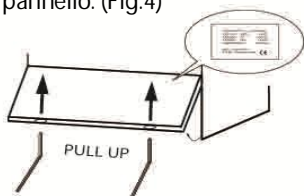

Fig.4
- Estrarre il pannello frontale con l'ausilio di un attrezzo a brugola o simile inserendolo negli appositi fori, tirando il pannello verso l'esterno. Per i modelli a Capot, svitare le viti nella parte inferiore del pannello. (Fig.4)